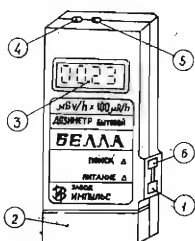

Рис. 1.
3. 6. Расположение и назначение органов управления и индикации приведены на рис. 1.